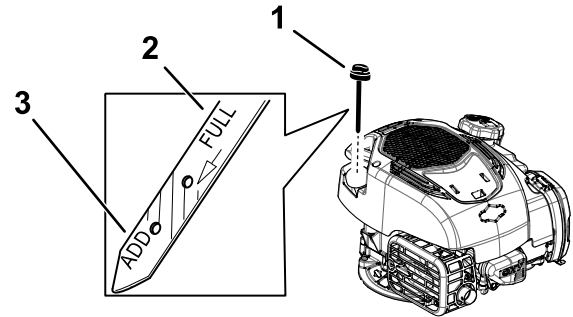

Figure 5
6. Vérifiez le niveau d'huile indiqué par la jauge (Figure 5).